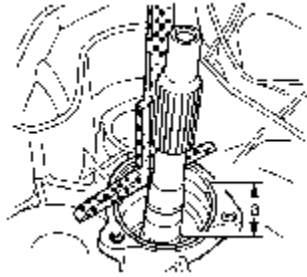

图 9-84 测量至主动轴下卡簧槽尺寸 a
(2) 把距离尺 3167 放到第 3 挡齿轮上，变速箱壳体经主动轴置于距离尺上。
(3) 把深度卡尺放于变速箱壳体上，并测量至主动轴下卡簧槽的尺寸 a，如图 9-84 所示。